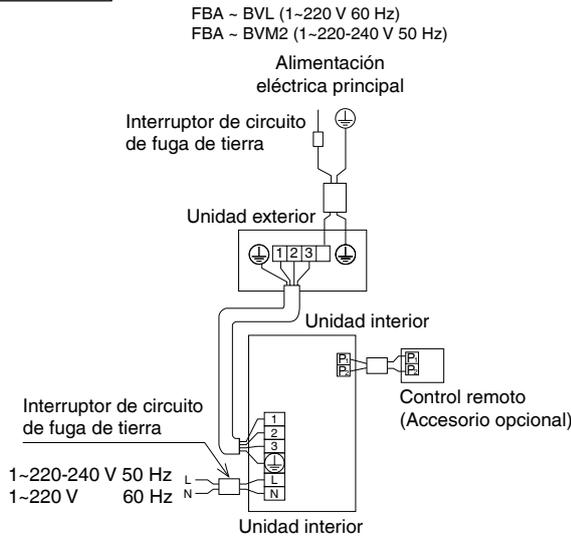

Fig. 28
- Tipo de par:** Un control remoto controla 1 unidad interior (sistema estándar). (Consulte la Fig. 28)